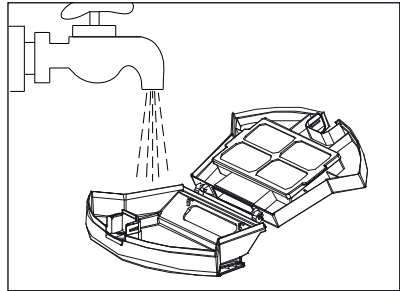

Fig. 12
- 6) Lavare il contenitore della polvere **14** e il filtro a reticella con acqua fredda o tiepida (vedere fig. 12). Fare asciugare completamente il contenitore della polvere **14** e il filtro a reticella all'aria prima di reinserire il contenitore della polvere **14** nell'apparecchio.